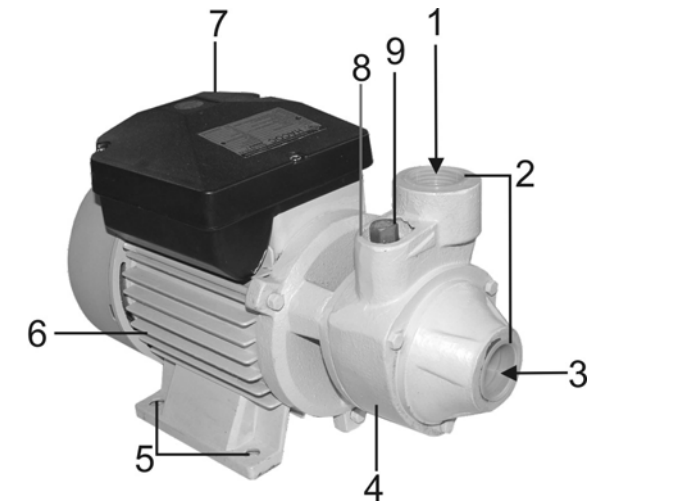

Рис.1
6. УСТРОЙСТВО НАСОСА (Рис.1)
7.4. Извлечь заглушки 2 (Рис.1)
7.5. В отверстия нагнетательного и всасывающего патрубка 1 и 3 (Рис.1), соответственно, установить штуцера или другие соединительные элементы трубопроводной системы (не комплектуются), обеспечив герметичность соединения.